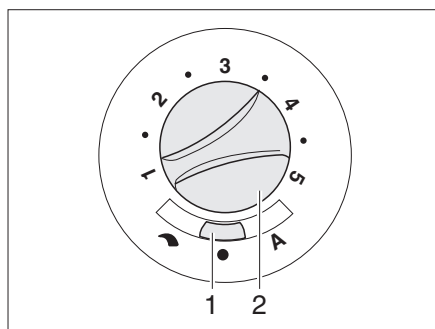

Fig. 103 Conmutador de mando para ventilador de circulación de aire (12 V)
- Ajustar el conmutador deslizante (Fig. 103,1) en "↷" (regulación manual) o "A" (modo automático).
- Cuando en el conmutador deslizante (Fig. 103,1) está ajustado "↷" (regulación manual): Ajustar la potencia deseada del ventilador de circulación de aire con el botón giratorio (Fig. 103,2).
- Ajustar el conmutador deslizante (Fig. 103,1) en "●" (Off). Con el funcionamiento de la calefacción esta posición del conmutador no tiene función.